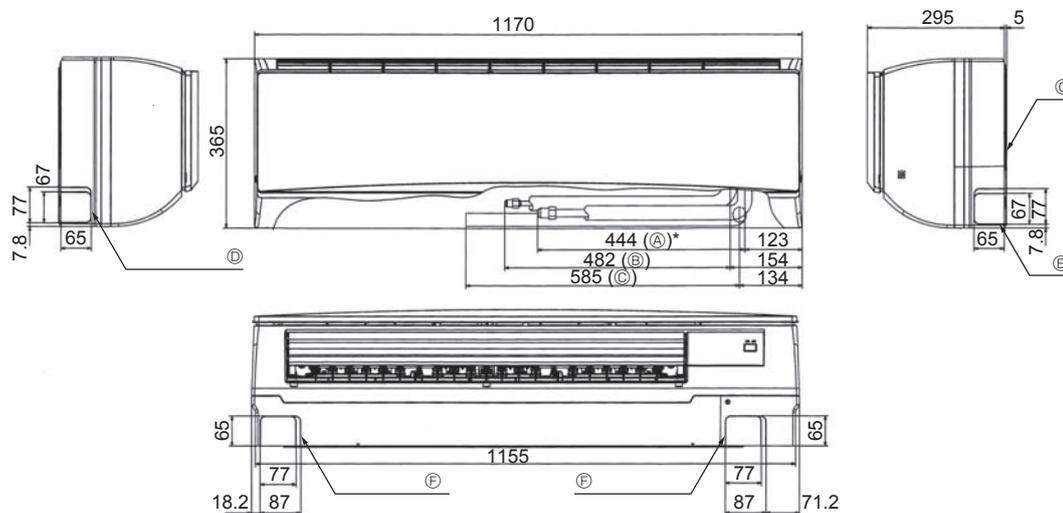
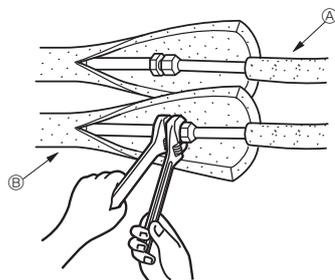

Fig. 4-2
Fig. 4-3
4.3. Colocación de los tubos del refrigerante y de drenaje (Fig. 4-2)
- (A) Tubo de gas * Indica el estado con los accesorios montados.
- (B) Tubo de líquido
- (C) Manguera de drenaje
- (D) Orificio ciego para las tuberías del lado izquierdo
- (E) Orificio ciego para las tuberías del lado derecho
- (F) Orificio ciego para las tuberías de la parte inferior
- (G) Placa de montaje (1)
4.4. Trabajo de instalación de la tubería del refrigerante (Fig. 4-3)